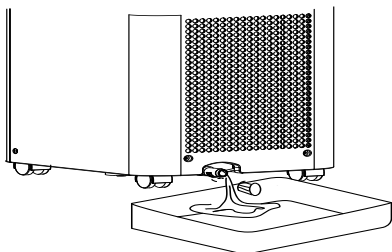

Fig. 1
- Prima della conservazione, assicurarsi di rimuovere il tappo in gomma dalla porta di scarico situata nella parte inferiore (n. 9) e lasciare fuoriuscire l'acqua in un contenitore (fig. 1). Avviare l'unità in